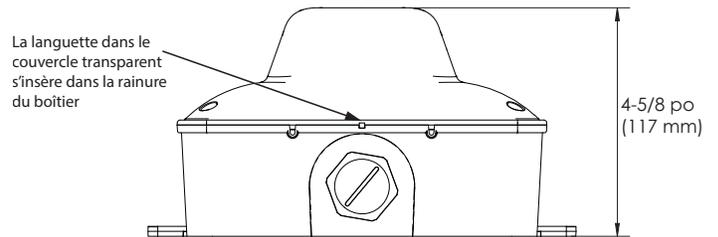

Figure 3 Vue latérale du boîtier
**Le couvercle transparent s'installe sur le boîtier d'une seule manière.** S'assurer que la languette du couvercle en plastique s'insère dans la rainure du boîtier. Voir la figure 3.